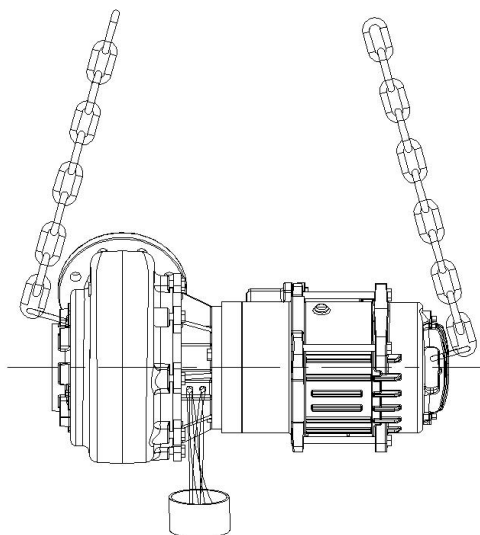

Figura 10 – Troca de óleo
- Pare a motobomba, e tire-a do local de bombeamento, e remova os bujões conforme Figura 10. O óleo deveria estar no nível desta tampa.
Coloque a motobomba na posição horizontal Figura 10, com a boca de descarga voltada para baixo. Remova os bujões até que pelo orifício comece a passar óleo; extraia uma quantidade suficiente do óleo em um pote, para verificar a inspeção visual. Coloque a tampa novamente na posição voltada para cima e comece a fazer a análise, efetuando a conclusão de acordo com as três condições citadas abaixo: